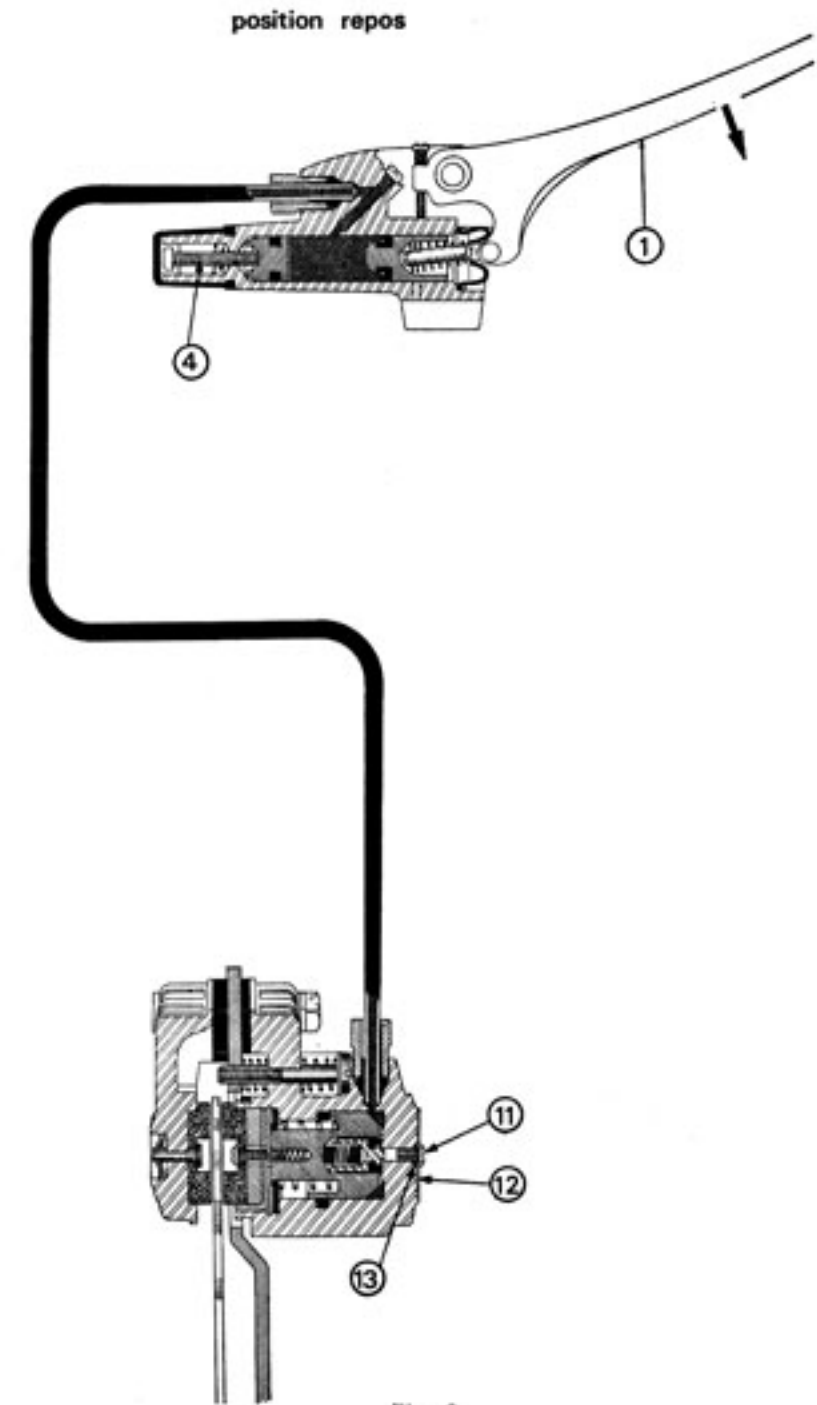

Fig. 2
Dévisser la vis-bouchon (11) de l'orifice de remplissage (Fig. 2).